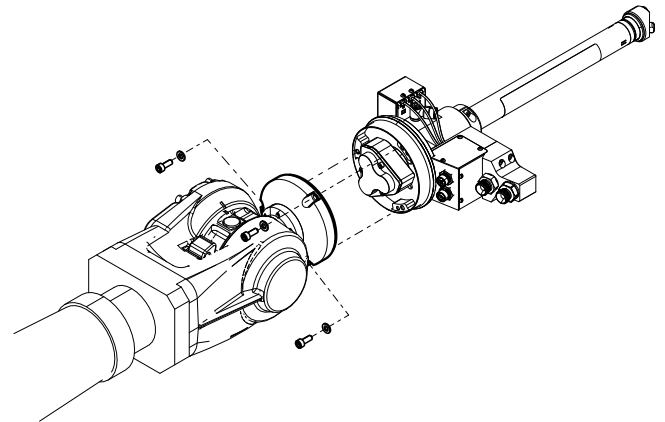

FIG. 8
5. 拧下将旋转支架 (619) 固定到防转支架的螺丝。
6. 拧下将 Switch 3D 喷枪安装到机械臂安装法兰上的三颗螺丝。参见FIG. 8。